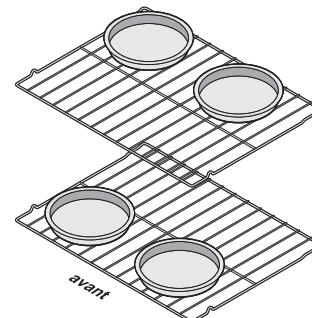

Figure 15 : Recommandations relatives à l'espacement des plats
- Lorsque vous cuisinez avec deux grilles de four, positionnez l'ustensile de cuisson comme illustré à la Figure 15. Laissez un espace d'au moins 5 cm (2 po) entre les ustensiles de cuisson pour permettre à l'air de bien circuler.